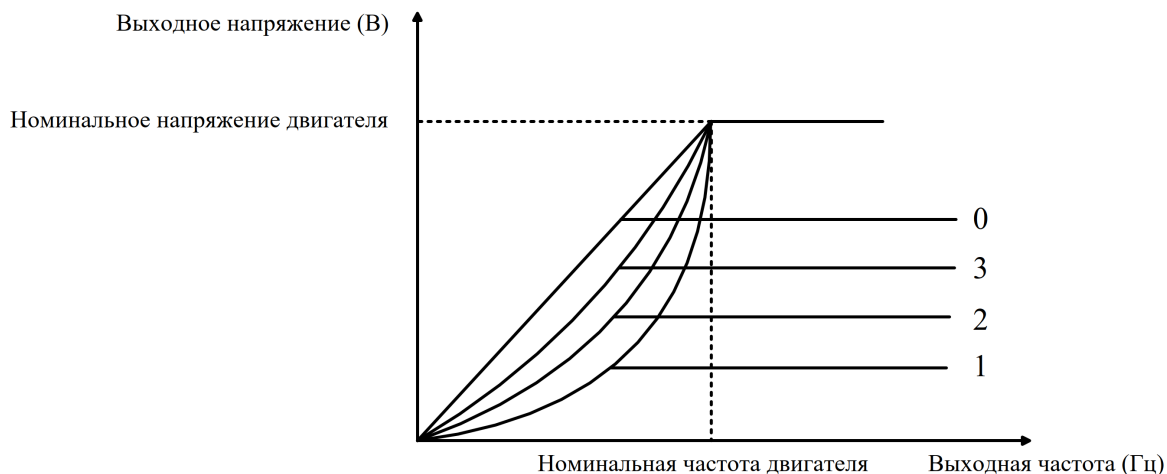

Рисунок 4-2 Кривая V/F двигателя
- Когда P01.22 = 1, это степенной закон с показателем 2,0, кривая 1 на рис. 4-2.
- Когда P01.22 = 2, это степенной закон с показателем 1,7, кривая 2 на рис. 4-2.
- Когда P01.22 = 3, это степенной закон с показателем 1,2, кривая 3 на рис. 4-2.